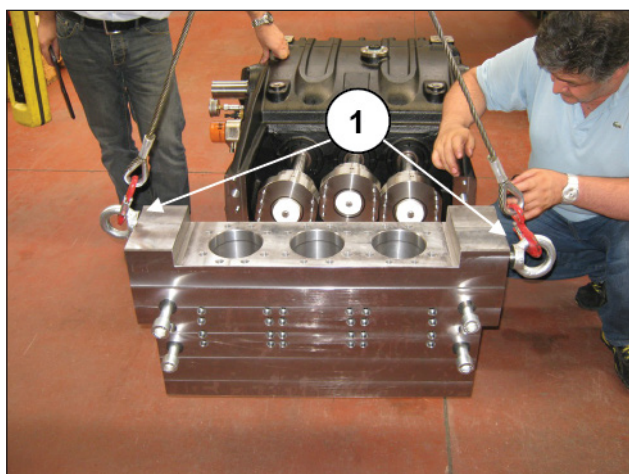
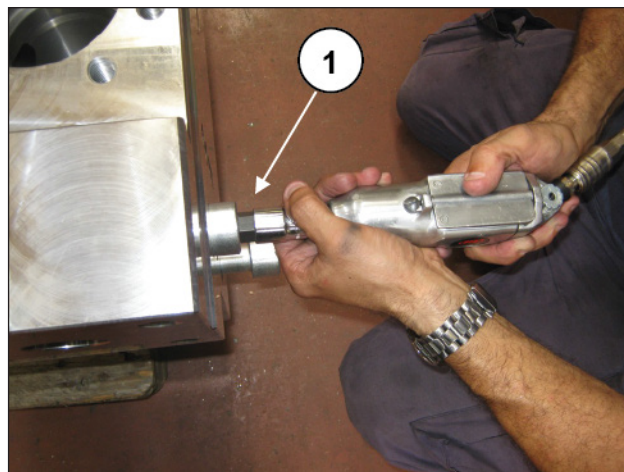

Fig. 167
Fig. 168
Monter deux anneaux M24 dans les trous de fixation de la bride de refoulement (rep. ①, Fig. 167) puis dévisser les 4 vis M24 qui fixent la culasse au carter avant (rep. ①, Fig. 168).